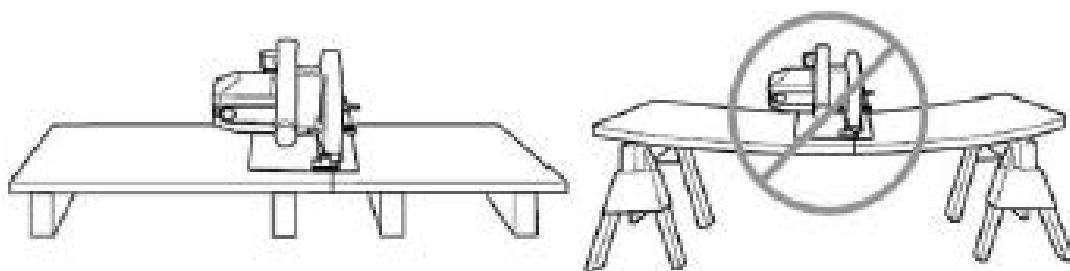

Рис.1
- Большие заготовки провисают под собственным весом. Опоры необходимо располагать с обеих сторон, и около линии распила и около края заготовки Рис.1.